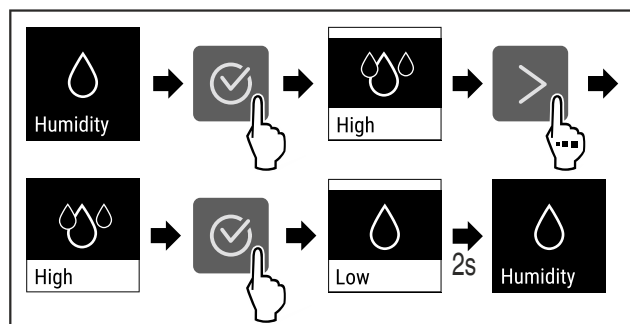

Fig. 95
- ▶ Izvedite zahtevane korake (glejte Fig. 95) .